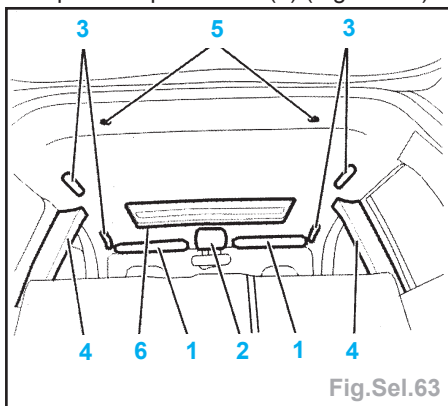

Fig.Sel.63
- Déposer le pare-soleil (1) (Fig.Sel.63).